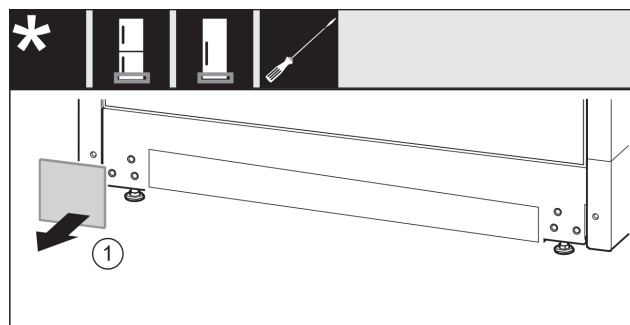

Fig. 12
- Togliere la copertura. Fig. 12 (1)